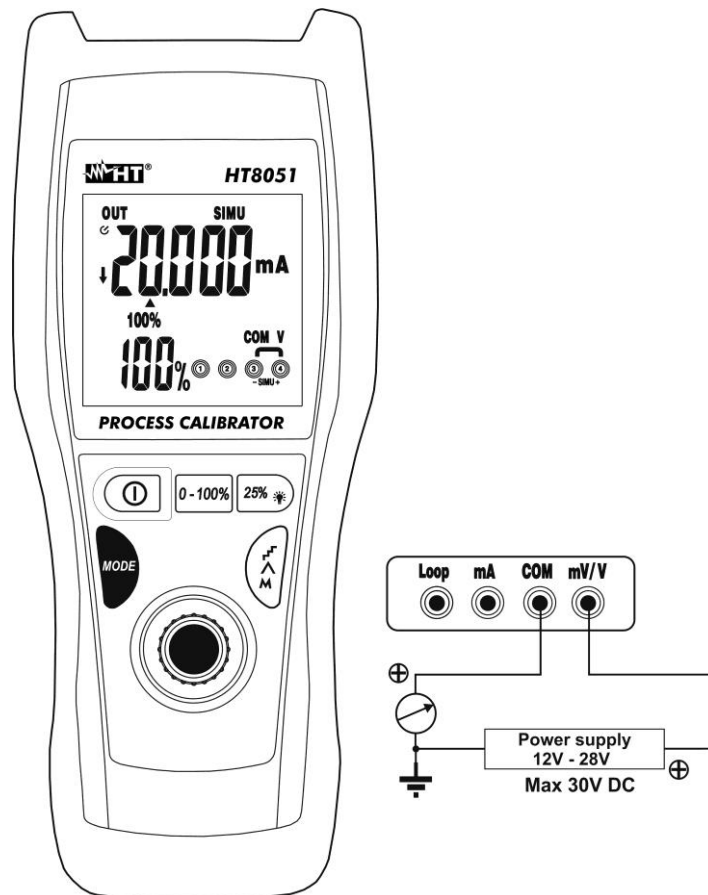

Fig. 8: Simulação de um transdutor
5. Colocar a ponteira verde e a ponteira preta respectivamente nos pontos com potencial positivo da fonte externa e positivo do dispositivo externo de medição (ex: multímetro – ver Fig. 8).
6. Para a geração do valor negativo da corrente rodar as ponteiros de medida no sentido oposto em relação à ligação da Fig. 8.